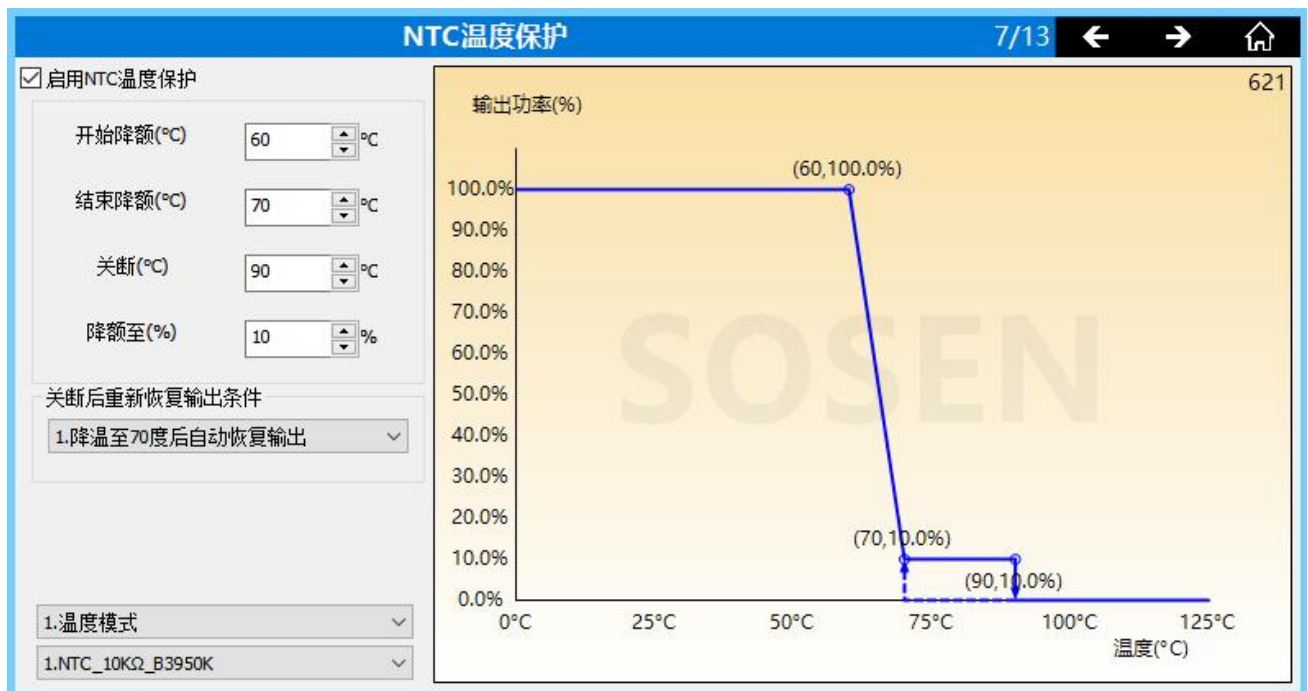

图 1
a. D4i 机型所支持的 NTC 功能，如图 1 所示的功能界面。支持此功能的机型如 22PA-32F。
b. 运行逻辑:按图 1 所示参数设定, 如蓝线所示, 当温度低于 60°C时, 输出功率为 100%; 当温度大于 60°C且小于 70°C时, 输出功率按 60°C到 70°C之间的斜线运行, 随着温度的升高和降低, 输出功率会伴随这个降低和升高; 当温度大于 70°C, 输出功率将降至 10%, 并保持在 10%; 当温度大于 90°C, 将关断输出。另外, 将关断温度设置成小于或等于结束降额的温度, 将关闭关断功能, 既不关断。